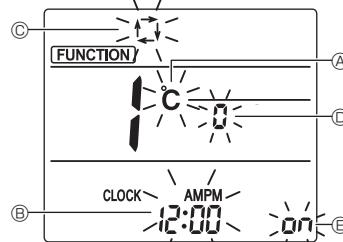

Fig. 5-11
3.Compruebe que se muestra la función N.º "1", y luego pulse el botón ③. Se visualizará la pantalla de configuración de la visualización de Pantalla. (Fig. 5-11)
#### 5.12.2. Cambiar la unidad de temperatura (Fig. 5-11 Ⓐ)
#### 5.12.3. Cambiar la visualización de la hora (Fig. 5-11 Ⓑ)
#### 5.12.4. Cambiar el modo AUTO (Fig. 5-11 Ⓒ)
#### 5.12.5. Cambiar el N.º de par (Fig. 5-11 Ⓓ)